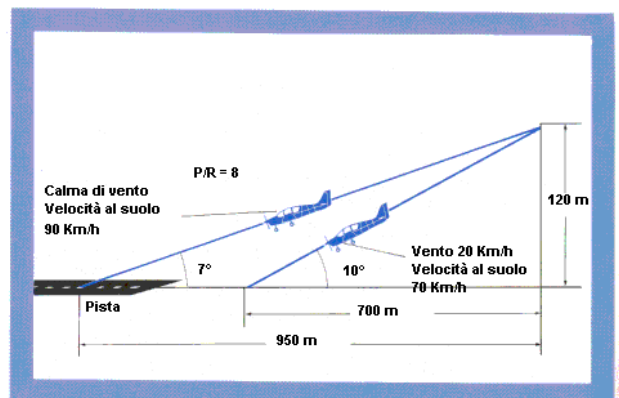

Figura 29
Considerando di essere usciti dalla virata a 120 m con, diciamo 15° di flaps e che l'aereo abbia un'efficienza (P/R) di 8 alla miglior velocità di planata di 90 Km/h, quanta strada farà prima che sia ora di richiamare? La figura 29 compara le differenze tra aria calma e presenza di vento a 20 Km/h, che causa un incremento del 2,5% nell'angolo di planata ed una riduzione di 150 m nella distanza percorsa.
- 1) Durante un avvicinamento assistito dal motore, la pendenza del sentiero di discesa è abitualmente di 2,5-3°, pertanto, durante la richiamata, vi è solo una modesta variazione d'assetto per portarsi al volo livellato. La figura 29 mostra quanto un avvicinamento planato possa avvenire con un sentiero ad un angolo di 7-10° o più, a seconda delle condizioni di vento. Si ricordi che in questo caso il motore non compensa gli effetti del vento. Pertanto preparatevi a dover cabrare in modo più energico durante la richiamata. Quei 4-7° in più possono sembrare pochi, ma in pratica sono sufficienti a confondere i piloti che non abbiano più eseguito un atterraggio planato da quando il Torino vinse il suo ultimo Campionato.